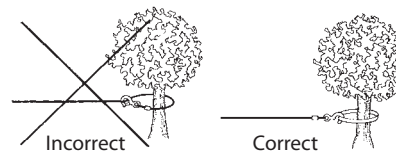

Figure 4
9. NE POSEZ JAMAIS LE CROCHET SUR LE CÂBLE LUI-MÊME, SINON VOUS POURRIEZ L'ENDOMMAGER. Utilisez une élingue en nylon (figure 4).